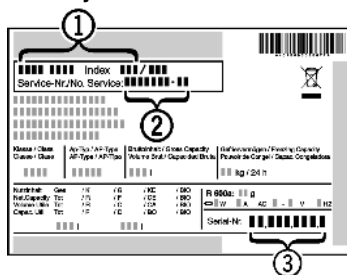

Fig. 79
- ▶ Odczytać z tabliczki znamionowej oznaczenie urządzenia Fig. 79 (1), nr serwisowy Fig. 79 (2) oraz numer seryjny Fig. 79 (3). Tabliczka znamionowa znajduje się po lewej stronie wewnątrz urządzenia.